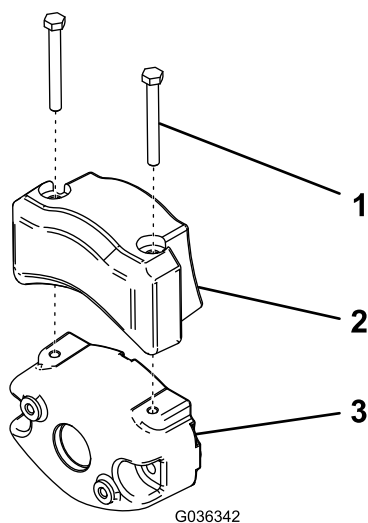

Bild 9
4. Befestigen Sie das elektrische Gegengewicht mit zwei Kopfschrauben am vorhandenen Gegengewicht, wie in Bild 9 abgebildet.